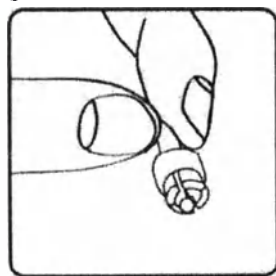

Рис.51.
3. После этого помпа начинает заливать инфузионный набор инсулином, и через некоторое время на конце соединительной иглы появится капля инсулина (Рис.51).